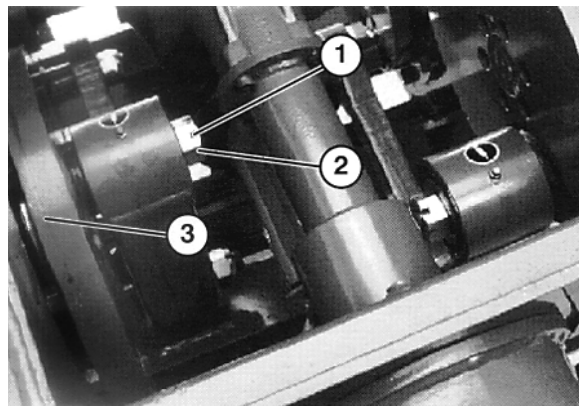

Fig. 17
3. Sørg for, at enden på gearkassens ventilationsrør er åben og ren (fig. 17).
2. Fjern rullestiften, der fastholder kronemøtrikken på øverste krumtapaksel (fig. 17). Kontrollér med fingrene, om kronemøtrikken er stram. Hvis møtrikken er meget løs, skal den drejes med uret, indtil den er i flugt med den yderste afstandsskive og man mærker modstand.